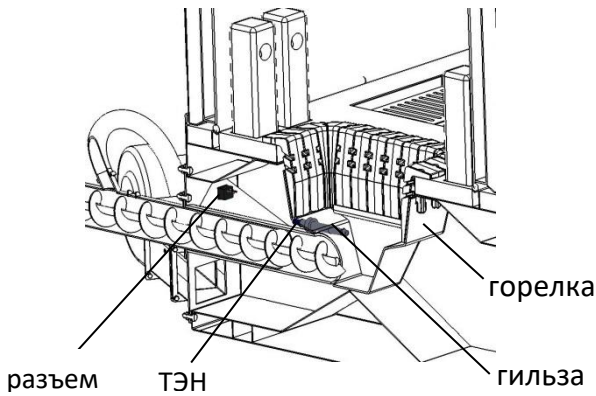

Рис. 7
- в) Авторозжиг топлива (Конструктивные изменения, заказывается при приобретении котла) (Рис.7).